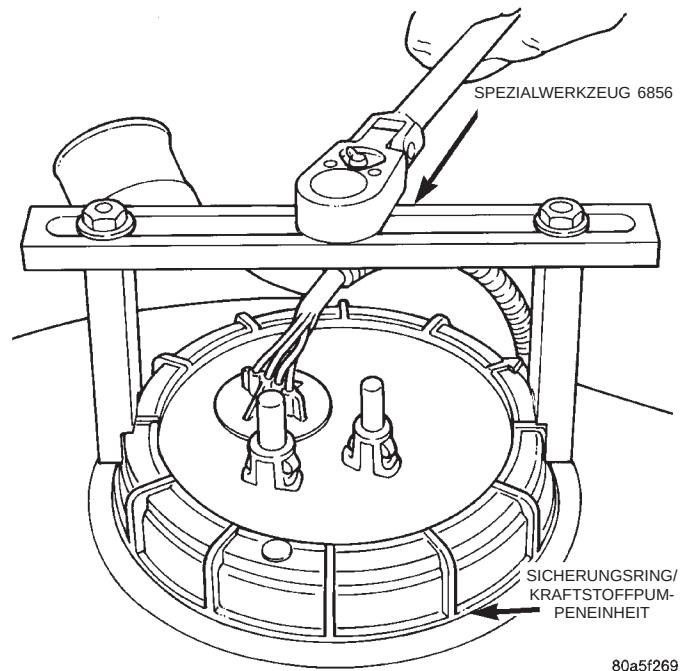

Abb. 14 Sicherungsring/Kraftstoffpumpeneinheit
- (1) Den Tankdeckel abschrauben und den Druck in der Kraftstoffanlage abbauen. Siehe hierzu den Abschnitt "Kraftstoffversorgung" in diesem Kapitel.
- (2) Das Minuskabel vom Zusatz-Überbrückungsanschluß abklemmen.
- (3) Den Kraftstoffbehälter ausbauen. Näheres hierzu siehe "Kraftstoffbehälter" in diesem Kapitel.
(4) Die Leitungen des Kraftstofffilters von der Kraftstoffpumpeneinheit demontieren.
(5) Die Oberseite des Kraftstoffbehälters von losem Schmutz und Rost reinigen.
(6) Mit dem Spezialwerkzeug 6856 (Ringspanner/Kraftstoffpumpeneinheit) den Sicherungsring losdrehen und so die Kraftstoffpumpeneinheit lösen (Abb. 14).